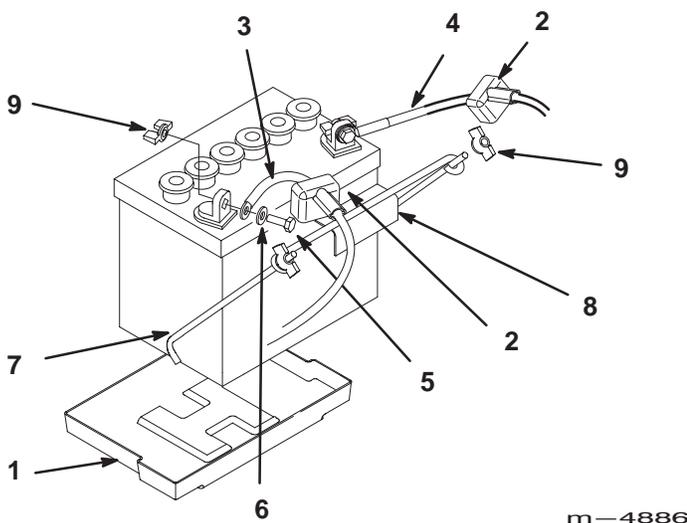

Figure 5
2. Placez la batterie dans son support en tournant les bornes vers le moteur (Fig. 5).
3. Fixez la batterie en place à l'aide des 2 tiges de maintien, d'une patte de maintien et de 2 écrous papillons (1/4 pouce). Placez les tiges de maintien dans les trous de montage (Fig. 5). Serrez les écrous papillons pour immobiliser la batterie et l'empêcher de glisser. **Ne serrez pas les écrous excessivement.**